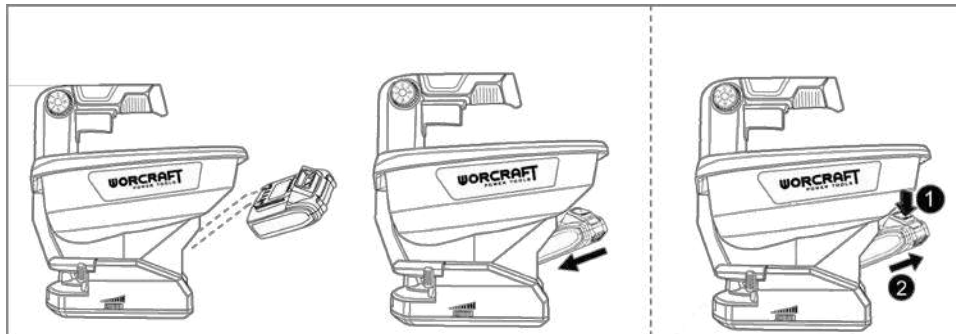

Рисунок 3
4.2.1 Встановіть акумуляторну батарею (продається окремо!) у відповідне гніздо (8, рисунок 1), характерне «клацання» означає, що батарея надійно встановлена (дивіться рисунок 3). Щоб від'єднати батарею, натисніть кнопку розблокування на корпусі батареї й витягніть її з гнізда (дія 1 і 2 відповідно, рисунок 3).